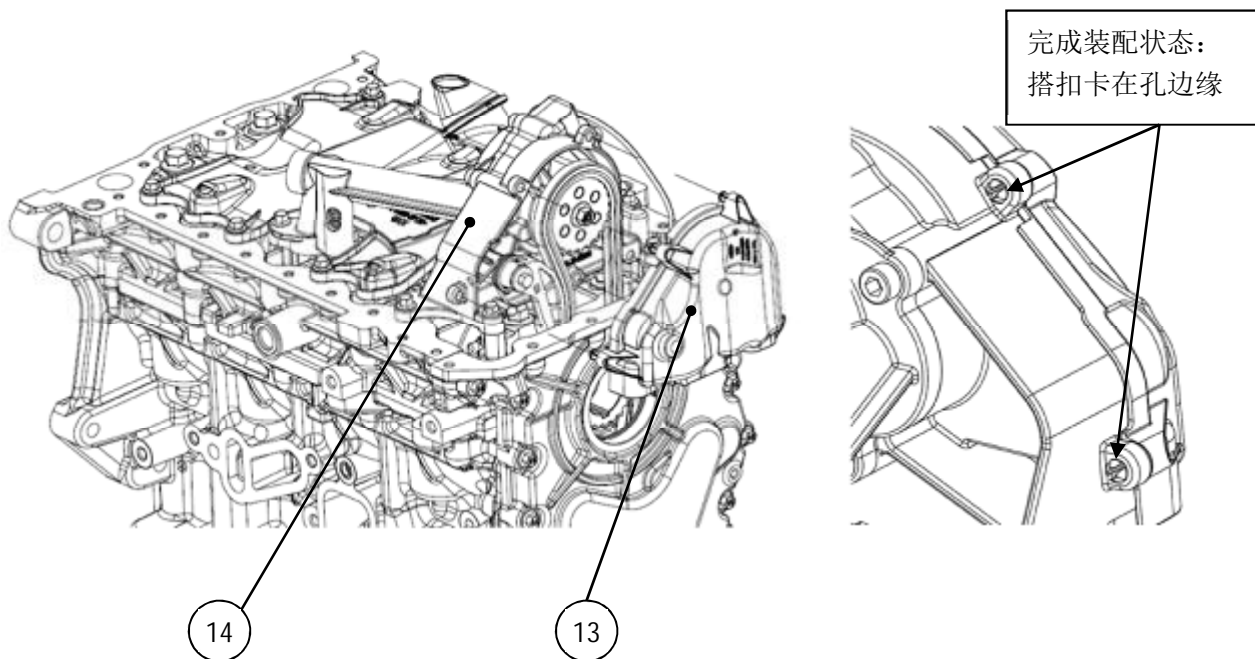
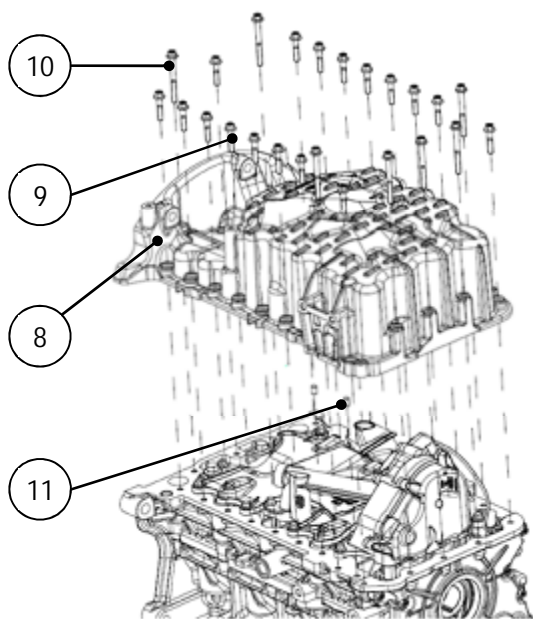

图 G-9 链轮盖的装配
图 G-10 油底壳装配
- 1) 按图 G-9 方向，将链轮盖 ⑬ 上的五个搭扣对准机油泵 ⑭ 的搭扣孔，平顺用力插入孔内，听见“咔塔”声响代表装配到位，五个搭扣全到位后完成装配，检查链轮盖 ⑬ 与机油泵 ⑭ 的贴合情况有无异常。
- 2) 拆卸，按装入方向的反方向，借用工具将链轮盖 ⑬ 的五个搭扣全退入安装孔后，再用力平顺往外拔出即可。
- 1) 清洁各安装面，对油底壳⑧涂胶密封面及容胶槽上、相匹配零件的密封面上擦拭乐泰 1455 粘接促进剂，擦拭后应放置不低于一分钟。
- 2) 如图 G-10 所示位置，在框架上压入装配好两个圆柱销⑪。
- 5) 将油底壳⑧按图 G-10 所示方向，螺栓孔通过工艺导向销进行导向，将圆柱销⑪与油底壳⑧上的定位孔对齐并插入，用专用工具轻敲油底壳⑧底部，至安装面紧密贴合，拆下工艺导向销。
- 6) 将六角法兰面螺栓⑨、⑩按图 G-10 所示位置插入油底壳⑧的安装孔内，按图 G-9 所示顺序拧紧螺栓并复紧，或采用多轴拧紧设备将 24 颗螺栓同时拧紧。